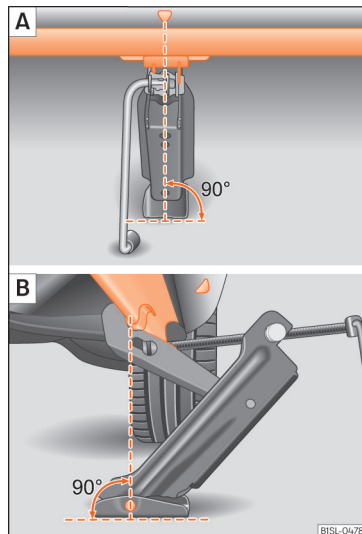

Abb. 57 Wagenheber hinten an der linken Fahrzeugseite angesetzt.
- Wagenheber nur an den beschriebenen Stellen ansetzen. Die Klaue des Wagenhebers muss den Steg des Unterholms sicher umfassen »» **Abb. 57**.